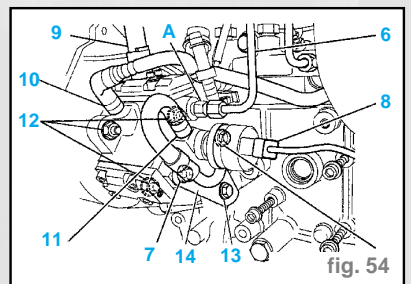

fig. 54
Impératif : Appliquer un contre-couple en (A) (fig. 54).